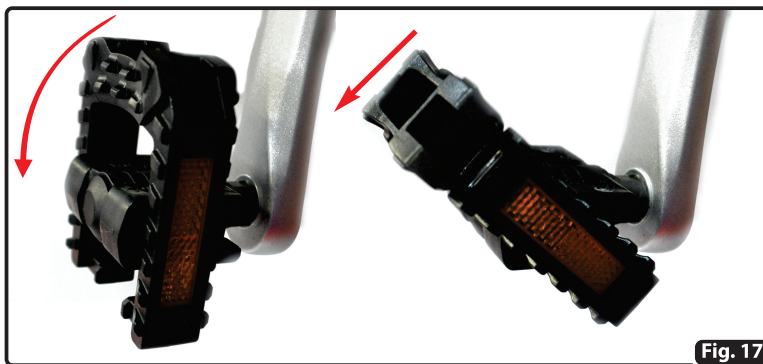
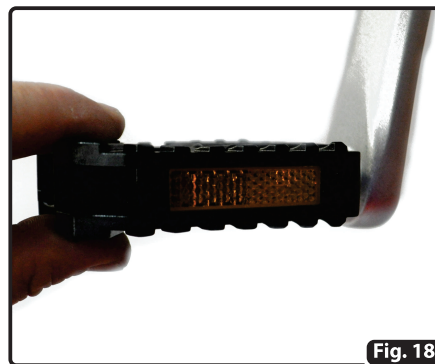

Fig. 17
Fig. 18
- a) Empujar el pedal hacia fuera (Fig. 17) y el pedal vuelve automáticamente a la posición horizontal (Fig. 18).
- Abrir el **cierre rápido** del caño portasisilla accionándolo desde su **leva** hasta la posición "open" (Fig. 18).